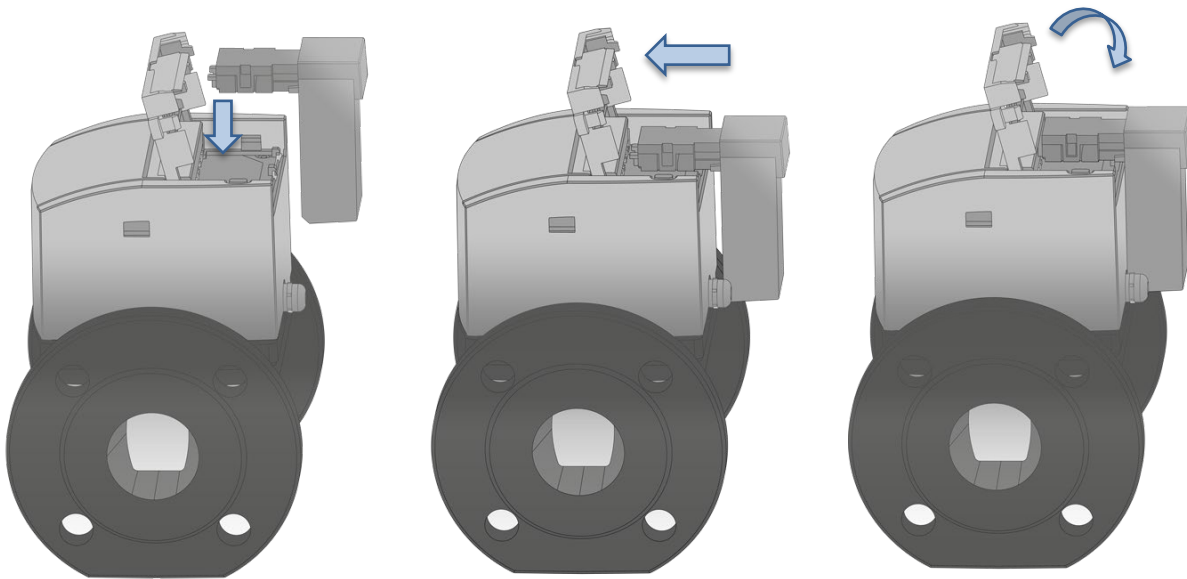

Abb. 31: Modul einsetzen, eindrücken und den Moduldeckel schliessen
Schritt 3: Montage eines Kommunikationsmoduls, wie in Abb. 31 dargestellt.